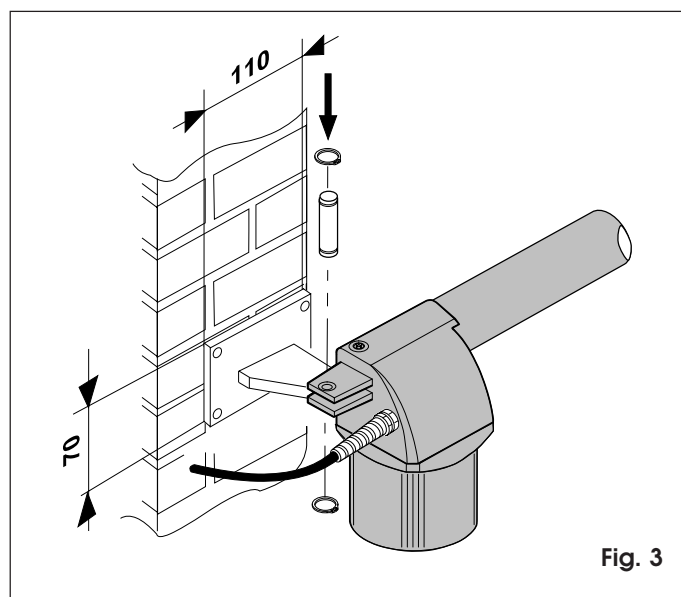

Fig. 3
Nel caso di pilastro in muratura, incassare opportunamente una piastra a murare (fig. 3). Saldare quindi accuratamente l'attacco sulla piastra.
- 2) Fissare l'operatore all'attacco posteriore tramite la viteria in dotazione (fig. 3).
**Attenzione:** Gli operatori forniti nel kit sono in versione destra e sinistra. Per una corretta installazione l'operatore deve essere posizionato come da fig. 3. Si intende operatore destro quello montato sull'anta destra, con vista interna; si intende operatore sinistro quello montato sull'anta sinistra, sempre con vista interna.